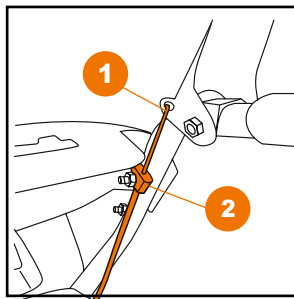

Рис. 7
– Зацепите правый трос привода на шнеки (1) к правой ручке на панели оператора (Рис. 7).
– Закрепите фиксатор рубашки троса (2) к верхнему болту крепления панели оператора (Рис. 7).